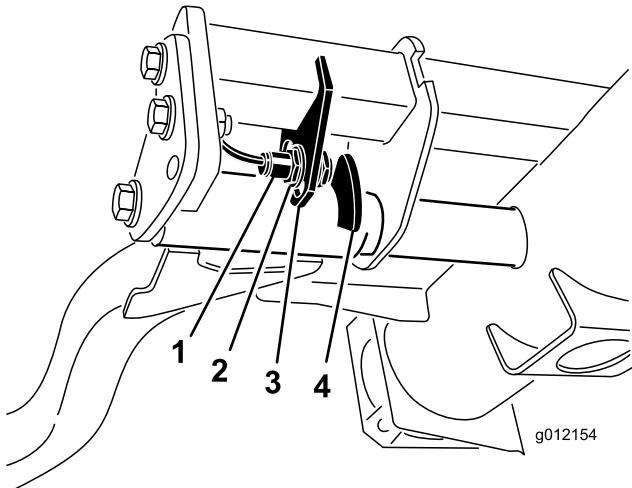

Figura 44
2. L'interruttore del braccio di sollevamento è situato sotto il serbatoio idraulico, dietro il braccio di sollevamento anteriore destro (Figura 44).
3. Allentate le viti di attacco dell'interruttore (Figura 44) e abbassate l'interruttore per aumentare l'altezza d'inversione del braccio di sollevamento, o alzate l'interruttore per ridurla. Serrate le viti di fissaggio.